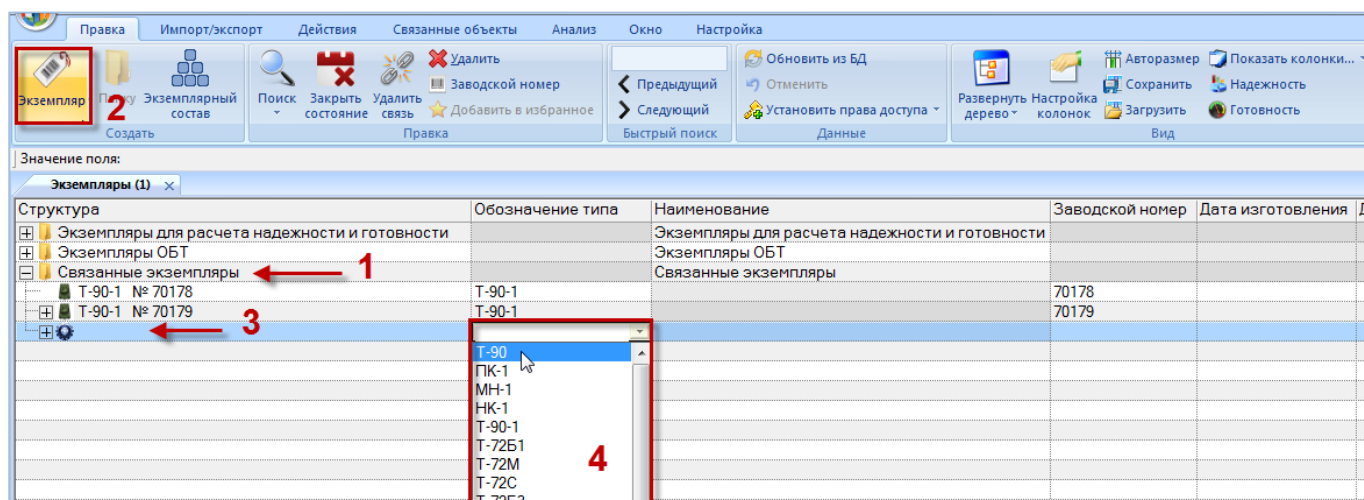

Рис. 20-7 – Создание экземпляра изделия
4) Выбрать папку или любой экземпляр, размещенный непосредственно в папке (1 на рис. 20-7).
5) Нажать кнопку «Экземпляр» панели «Создать». В выбранной папке появится новый экземпляр изделия, помеченный значком  (2 и 3 на рис. 20-7).
6) В раскрывающемся списке в поле «Обозначение» выбрать тип компонента, который является прототипом создаваемого экземпляра (4 на рис. 20-7).